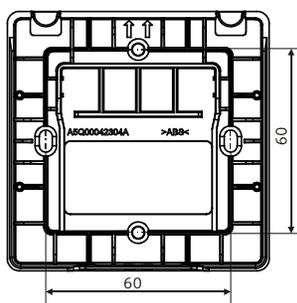

图 4
1. 将底座安装在距地 1.3~1.5 米的高度，或消防栓箱内明显易操作，且要表面平整的地方 (见图 4)。